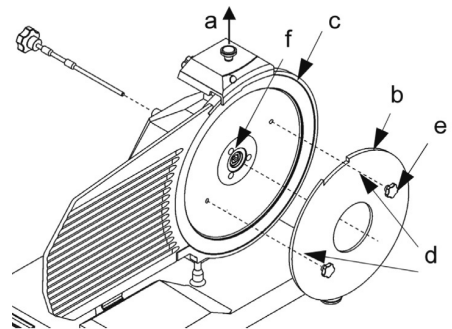

Abb. 5 – Anlegen der Vorrichtung aus Plexiglas (b) zum Abnehmen des Messers
Um das Messer von der anderen Seite zu waschen, muss man es abnehmen (Siehe Abb. 5 ).
- Abdeckung des Messers abnehmen (Siehe Abb. 5 );